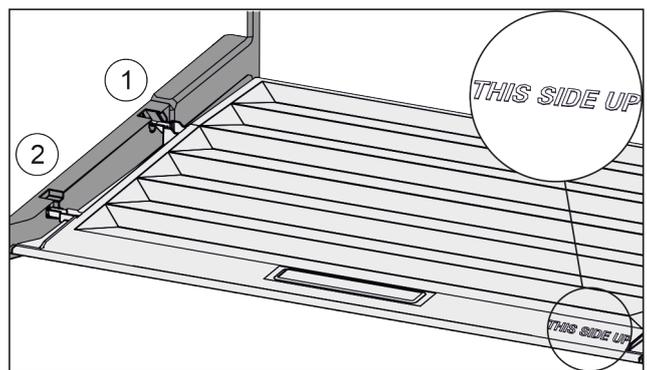

Fig. 158
- ▶ Introduire les rainures du couvercle par l'orifice du support arrière Fig. 158 (1) et les enclencher à l'avant dans le support Fig. 158 (2).